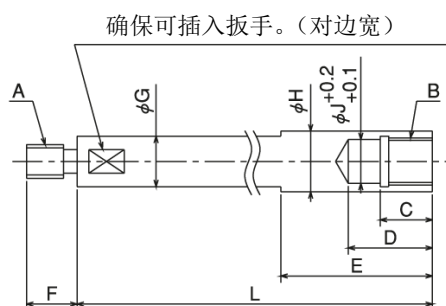

图 12
- 拉杆应按照图 12 的尺寸 H，并使用拉伸强度为 380Mpa (38kgf/mm²) 以上的材质。